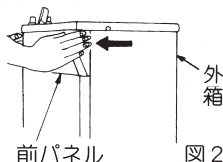
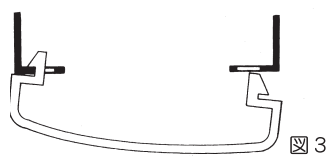
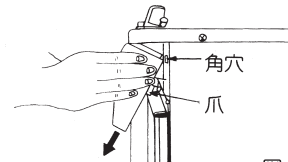

図2
図3
図4
- 1 前パネルの左右どちらかの側面の  マークを手で軽くたたくようにして内側に押し (図2)、前パネルの爪を外箱の角穴からはずし (図3)、手前下方に下げます (図4)。